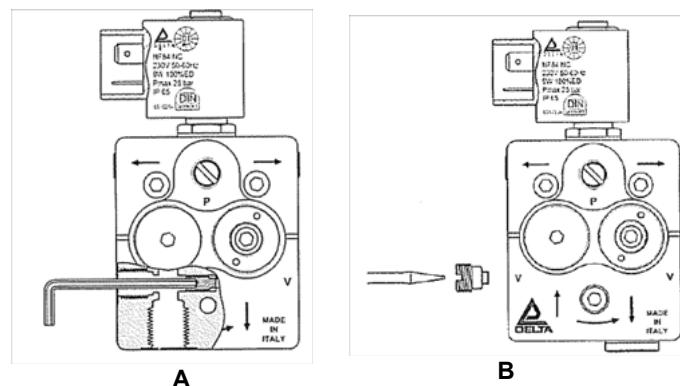

Рис. 8
- 2 используя специальный ключ на 2,5 мм, открутить винт с бай-пасса, находящийся внутри отверстия штуцера для замера вакуума (см. Рис. 8-A)
- 4 вставить и вкрутить заглушку диаметром 1/4" в отверстие обратного хода (см. Рис. 8-B).